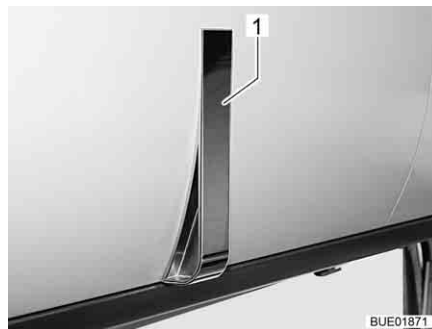

Bild 38 Skåplucka med handtag (exempel)
- Öppna skåpluckan genom att dra i handtaget (Bild 38, 1).